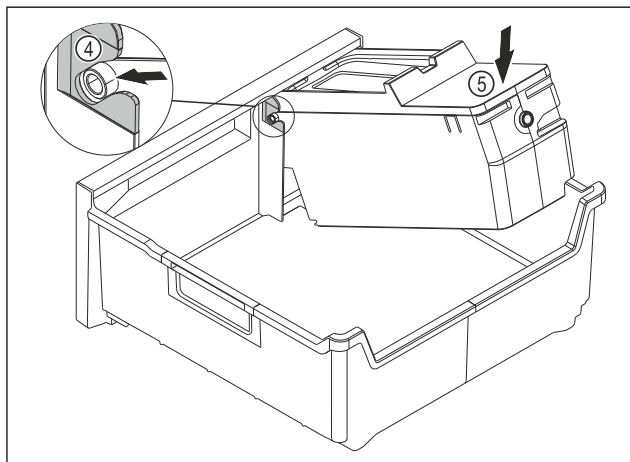

Fig. 100
- EasyTwist-Ice-corpus monteren: Assen van de EasyTwist-Ice-corpus in de geleidingen Fig. 100 (4) schuiven.
- EasyTwist-Ice-corpus Fig. 100 (5) achter omlaag drukken.